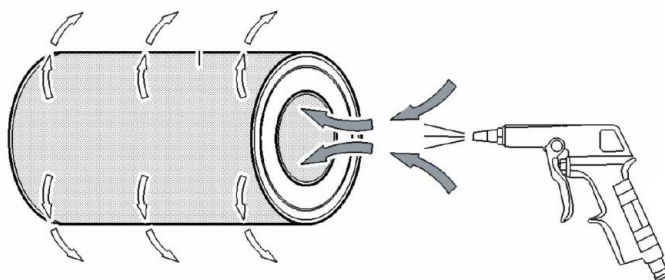

Рисунок 5.61. Направление продувки воздушного фильтра сжатым воздухом
- ▶ Осмотреть демонтированные фильтрующие элементы на предмет загрязнений и повреждений, в случае необходимости продуть сжатым воздухом или заменить. Продувку осуществлять в направлении противоположном потоку воздуха, поступающего в двигатель, см. рис. 5.61.